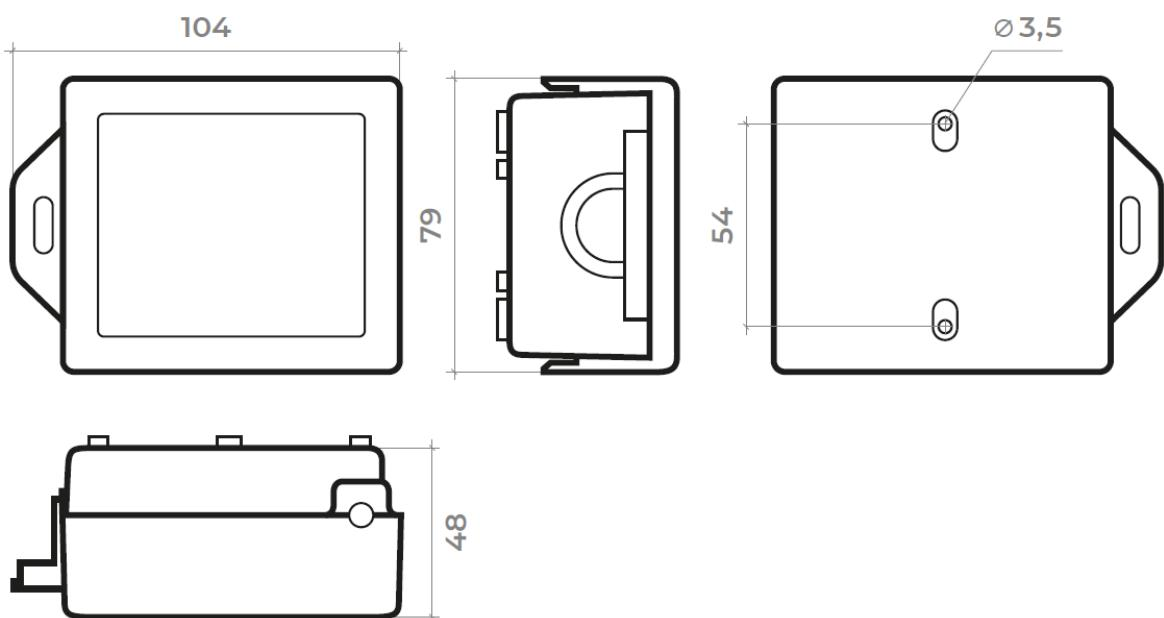
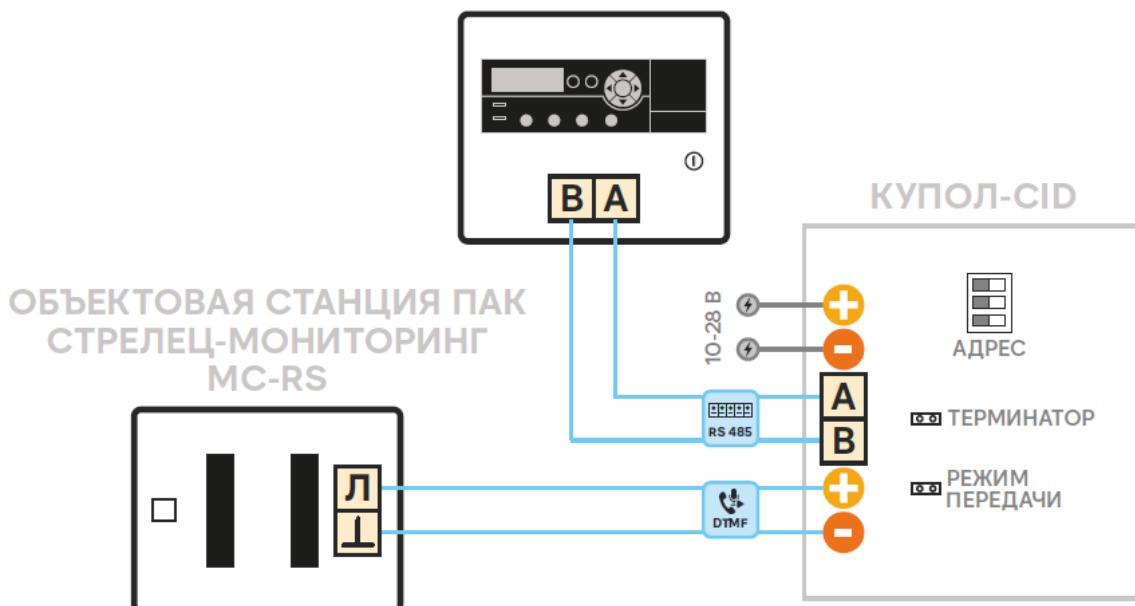

Рис.1. Габаритные и установочные размеры адаптера.
Рис. 2. Схема подключения адаптера.
2.1.1. Габаритные и установочные размеры адаптера показаны на рис.1, принципиальные схемы подключения - на рис.2.
2.1.2. Проложить провода согласно проекту. Установить адаптер, руководствуясь установочными размерами и схемой подключения рис.1,2.
2.1.3. Подключить адаптер к линии связи с АПКП (RS-485) и к блоку питания (рис.2). Подключить «терминатор», установив на плате адаптера джампер "END". При установке в линии нескольких внешних устройств «терминатор» устанавливают на самом дальнем от АПКП устройстве, на остальных устройствах в линии джампер "END" удалить.